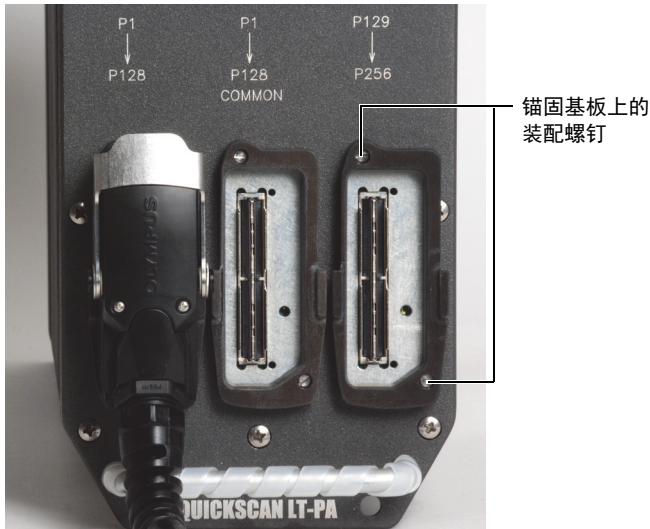

图 A-2 相控阵 — 装配螺钉
2. 使用平头螺丝刀将锚固基板安装到设备上（参见第 72 页的图 A-2）。
- 使用平头螺丝刀拧松两个锚固基板螺钉（参见第 72 页的图 A-2）。